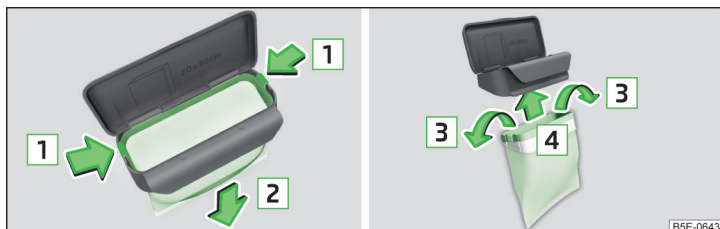

Fig. 100 Remplacement du sac
- Comprimez les deux crans sur le cadre dans le sens de la flèche **1** » fig. 100.